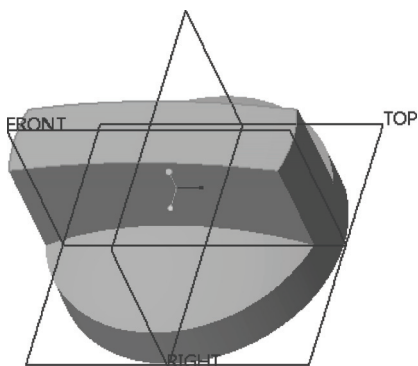

图 12-8 完成的拉伸切除效果
- 6) 单击“拉伸”选项卡中的（完成）按钮，完成的拉伸切除效果如图 12-8 所示。